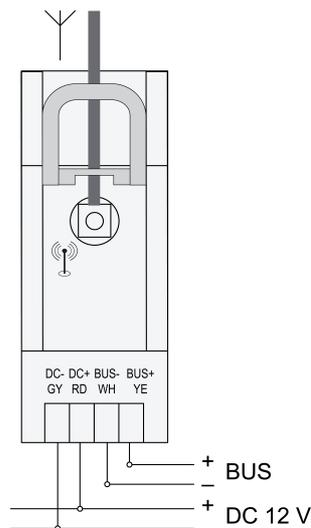

Figure 2: Schéma de raccordement
- Raccorder l'appareil conformément au schéma de raccordement (figure 2).